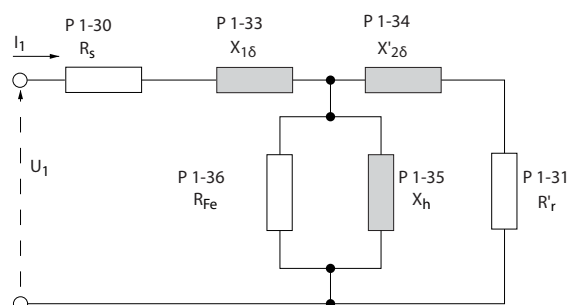

Ilustración 3.6 Diagrama equivalente del motor para un motor asíncrono
Un simple control del valor de la suma $X1 + Xh$ se efectúa dividiendo la tensión del motor línea a línea por la raíz cuadrada(3) y dividiendo este valor por la intensidad del motor sin carga. $[VL-L/\sqrt{3}]/I_{NL} = X1 + Xh$, consulte la *Ilustración 3.6*. Estos valores son importantes para magnetizar adecuadamente el motor. Esta comprobación se recomienda encarecidamente en los motores de ocho o más polos.